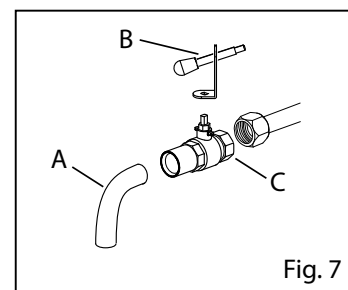

Fig. 7
- Desmontar o tubo de descarga (Fig. 7/A)
- Desaparafusar o sistema de descarga de óleo (Fig. 7/B)
- Desatarraxar a torneira (Fig. 7/C)